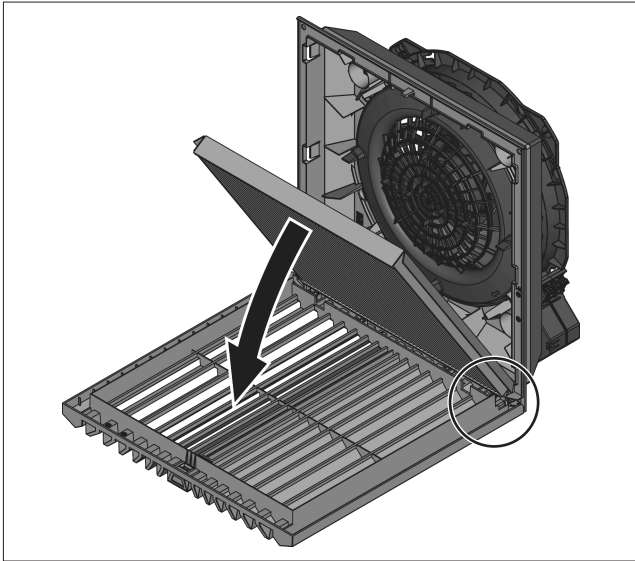

图 14: 安装 IP54 折叠过滤垫
- 将新的折叠过滤垫放入百叶格栅。“Top”（上）字样表示放置方向（参见图 14）。